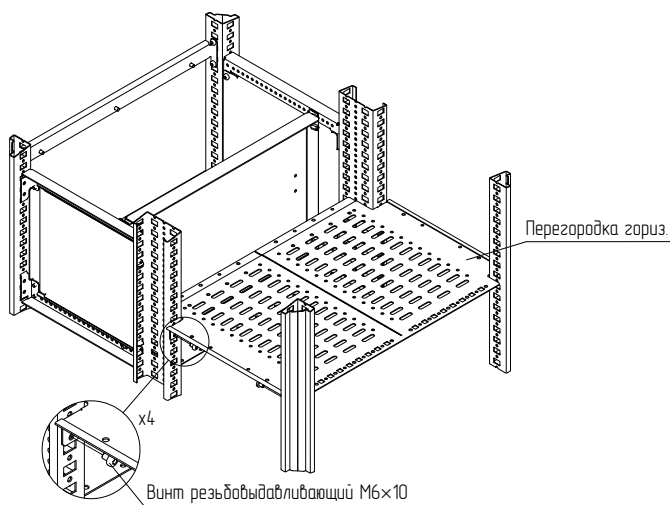

Рисунок 153
4.50.3 Закрепить перегородку горизонтальную на стойках каркаса и стойках дополнительных вертикальных. Для крепления использовать болты М6×10 (рисунок 153). Момент затяжки – 7 Н·м.